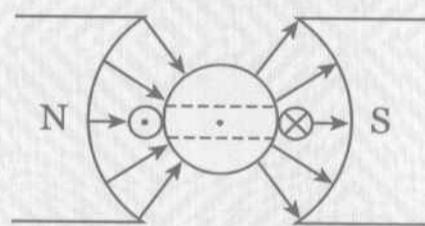

图2
- ① 蹄形磁体中的磁场是均匀地辐射分布的，如右图2所示，这样不管通电线圈处于什么角度，它的平面均与磁场的磁感线平行，从而保证线圈受到的磁力矩不随转动角度的变化而改变。
- ② 磁力矩始终满足 $M=nBIS$ ，式中 $n$ 为线圈匝数， $S$ 为线圈面积， $I$ 为通过线圈的电流， $B$ 为磁场的磁感应强度。
- ③ 当线圈转过某一角度时，磁力矩与螺旋弹簧产生的阻力矩 $M'$ 相等，线圈便停止转动，这时指针就指向某一位置(指针与线圈固定在一起)，由于弹簧的阻力矩与转过的角度 $\theta$ 成正比，且线圈平衡时有： $M=M'$ ，即